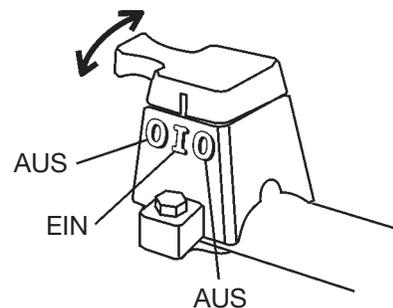

Abb. 31. Motorschalter (auf Griffstange)
2. Sicherstellen, dass beide **Motorschalter (auf der Griffstange und am Motor)** auf **OFF (AUS)** stehen, um ein versehentliches Anlassen zu verhindern (Abb. 31 und 32).
Der Motorschalter auf der Griffstange (Abb. 31) dient sowohl als **Not-Aus-Schalter** für den Motor als auch als **Hauptschalter des Geräts**. Er ermöglicht ein Abschalten des Fugenschneiders in sicherer Entfernung von beweglichen Teilen.
Den **Motorschalter** auf der Griffstange (Abb. 31) nach **LINKS ODER RECHTS** auf "OFF" (AUS) stellen.
Der **Motorschalter** auf der Griffstange (Abb. 31) dient sowohl als **Not-Aus-Schalter** für den Motor als auch als **Hauptschalter des Geräts**. Er ermöglicht ein Abschalten des Fugenschneiders in sicherer Entfernung von beweglichen Teilen.